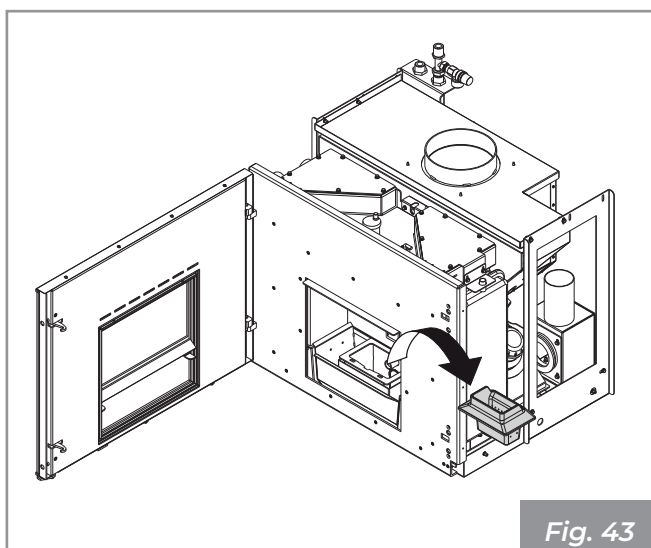

Fig. 43
- Saque el brasero (**Fig. 43**).